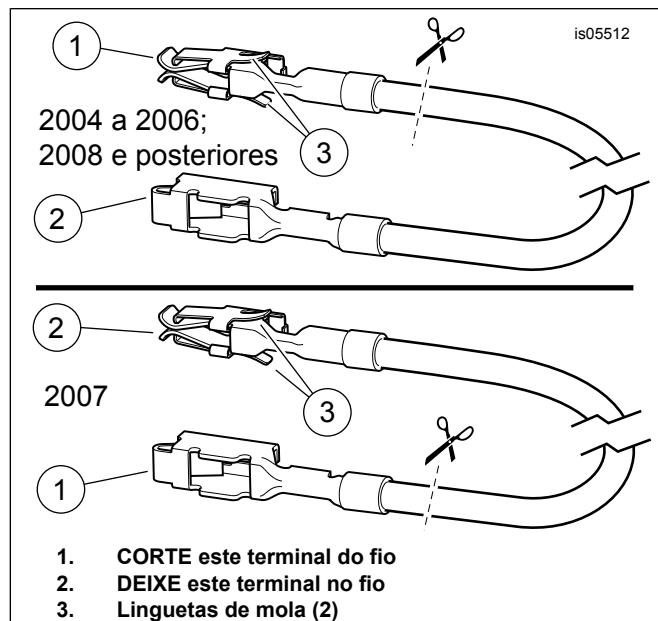

Figura 12. Fio adaptador do bloco de fusíveis (FL Touring)
- Pegue o fio adaptador laranja/branco do bloco de fusíveis (15) do kit. **Para modelos ano 2004 a 2006:** observe o terminal em cada extremidade (veja Figura 12, **vista superior**). Somente o terminal **SEM linguetas de mola** caberá na cavidade de fusível. Corte cuidadosamente o terminal **COM** linguetas de mola do fio e descarte-o. **Para modelos ano 2007:** observe o terminal em cada extremidade (veja Figura 12, **vista inferior**). Somente o terminal **COM** linguetas de mola caberá na cavidade de fusível. Corte cuidadosamente o terminal **SEM** linguetas de mola do fio e descarte-o.